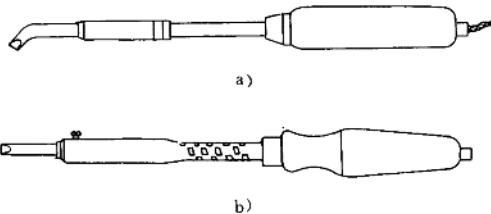

图 2-9 电热丝电烙铁
1) 电热丝电烙铁 分为内热式和外热式两种(图 2-9)。其基本工作原理都是电流通过电热丝而加热烙铁头。内热式电烙铁的电热丝置于烙铁头内部，热量能被烙铁头充分吸收，效率较高；外热式电烙铁的电热丝则包在烙铁头上。这两种烙铁的共同特点是构造简单，价格便宜，但烙铁头的温度不能有效控制，只能靠调节烙铁头长度来进行微调。